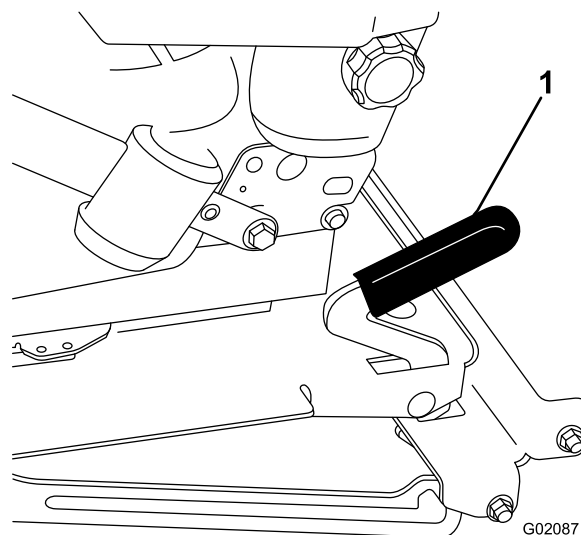

Figure 32
2. Tirez le levier de blocage en avant et soulevez-le pour débloquer le siège (Figure 32).